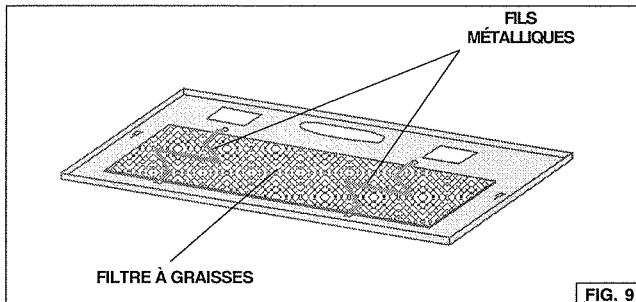

FIG. 9
1. Enlever les fils métalliques (Fig. 9) et s'en défaire.
Pour enlever le filtre à graisses, faire glisser les deux (2) loquets latéraux « A » (Fig. 2) et retirer la grille; puis enlever les fils métalliques et le filtre à graisses (Fig. 9).